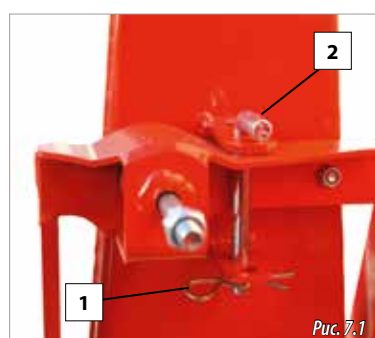

Рис. 7.1
- А. Установить фиксатор (2, рис. 7.1) и штифт (1, рис. 7.1).
- А. Вынуть штифт (1, рис. 7.1) и снять фиксатор (2, рис. 7.1).